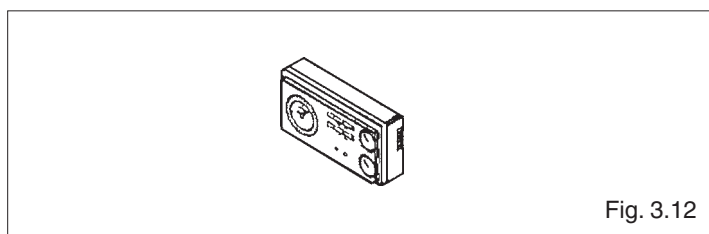

Fig. 3.12
- Försäkra dig om att den eventuella tidsinställbara rumstermostaten är aktiv och ställd i läge "frostskydd" (fig. 3.12).